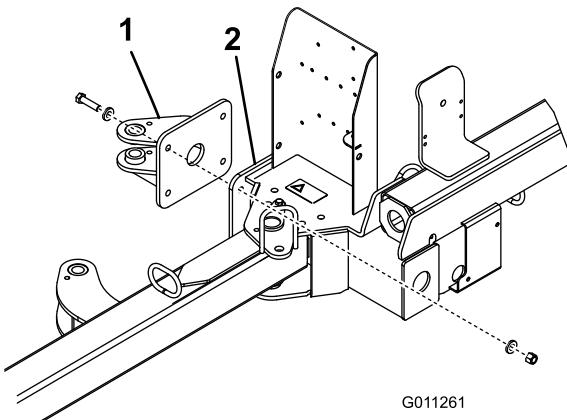

Figura 5
1. Monte a patilha do accionador traseiro na estrutura da vassoura com (4) parafusos de 1/2 x 2 pol., (8) anilhas planas de 0,531 x 0,063 e (4) porcas de bloqueio de 1/2 pol. Posicione os componentes como se indica na Figura 5.